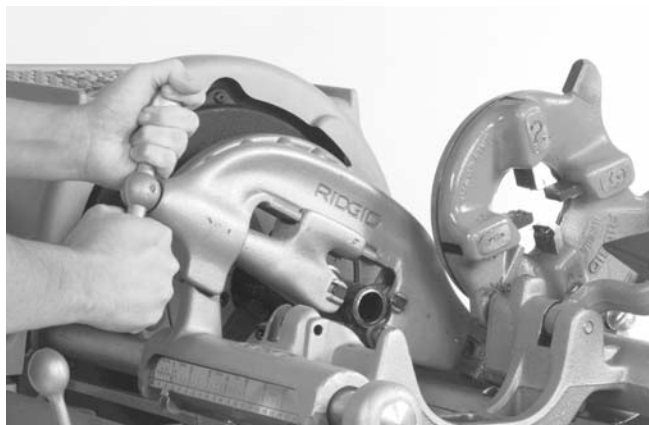

Figure 5 – Coupe des tuyaux à l'aide du coupe-tubes N° 820
4. Vérifiez que la pédale de commande est présente et qu'elle est reliée à la machine à fileter (Figure 5).
3. Serrez la vis d'alimentation du coupe-tubes tout en gardant le galet de coupe aligné sur le repère (Figure 5).